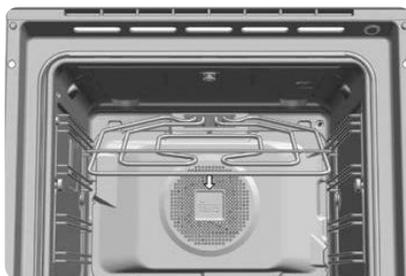

图 23
3. 让顶部烧烤加热元件慢慢落下来，清洁烤箱内腔的顶部。如图 23。